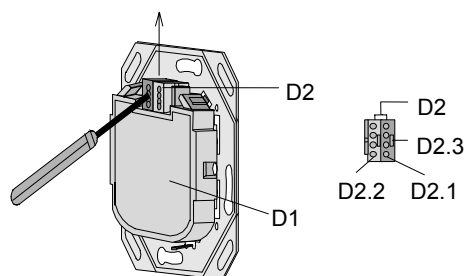

Bild 7: Busklemme abziehen
Die Busklemme D2 besteht aus den beiden Teilen, D 2.1 und D 2.2 (Bild 7)
- Trennen Sie das Bustreibermodul von der Busleitung (Bild 7).
Busklemme abziehen / aufstecken (Bild 7)